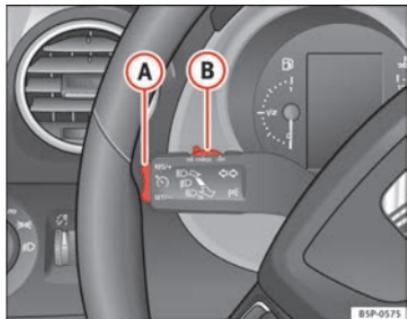

Fig. 155 Palanca de intermitentes y de luz de carretera: mando y tecla basculante para el regulador de velocidad
- Cuando se haya alcanzado la velocidad que se quiere programar, pulse brevemente la parte inferior de la tecla basculante **SET/-** → fig. 155 **A** una vez.
- Presione la parte superior de la tecla basculante **RES/+** → fig. 155 **A** para aumentar la velocidad. El vehículo acelerará
- Presione la parte inferior de la tecla basculante **SET/-** → fig. 155 **A** para reducir la velocidad. El vehículo reducirá la velocidad desacelerando automáticamente mientras mantenga la tecla presionada. Al soltar la tecla quedará memorizada la nueva velocidad.
Si se reduce la velocidad programada pisando el pedal del freno, se desactiva el regulador de velocidad. Si quiere activar de nuevo el regulador, bastará con presionar una vez la parte superior de la tecla basculante **RES/+** → fig. 155 **A**. ■